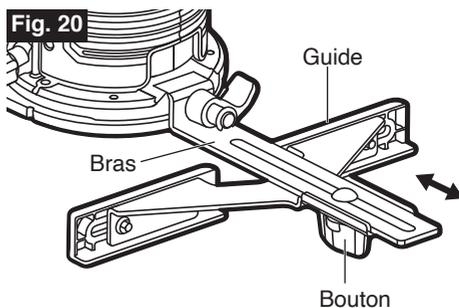

Fig. 21
2. Une fois la profondeur de coupe réglée, placez l'outil sur le bord de la pièce à usiner en veillant à ce que la mèche ne touche pas la pièce (Fig. 21).